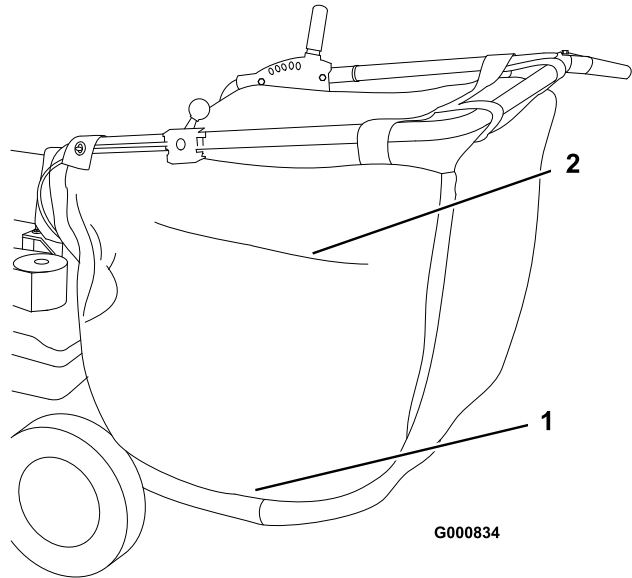

Figura 19
3. Abra la cremallera lateral de la bolsa y vuelque el contenido (Figura 19).
La bolsa dispone de un respiradero con cremallera (Figura 19). Al aspirar una zona que básicamente está libre de polvo, el respiradero debe estar abierto para permitir la libre circulación del aire. Al aspirar una zona con mucho polvo, cierre el respiradero.